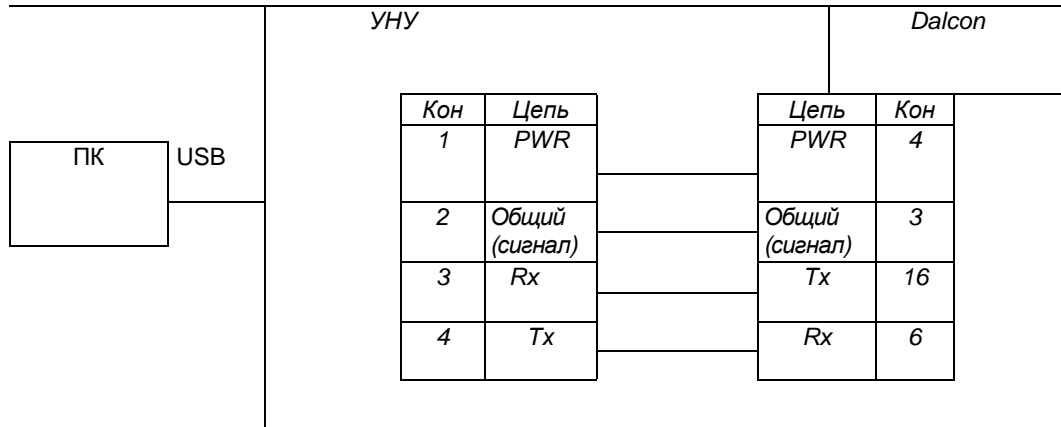

Рисунок 8 – Схема подключения к ПК
- 2) Подключить Dalcon к ПК согласно рисунку (Рисунок 8, Приложение Б), с помощью кабеля для настройки, входящего в комплект поставки УНУ